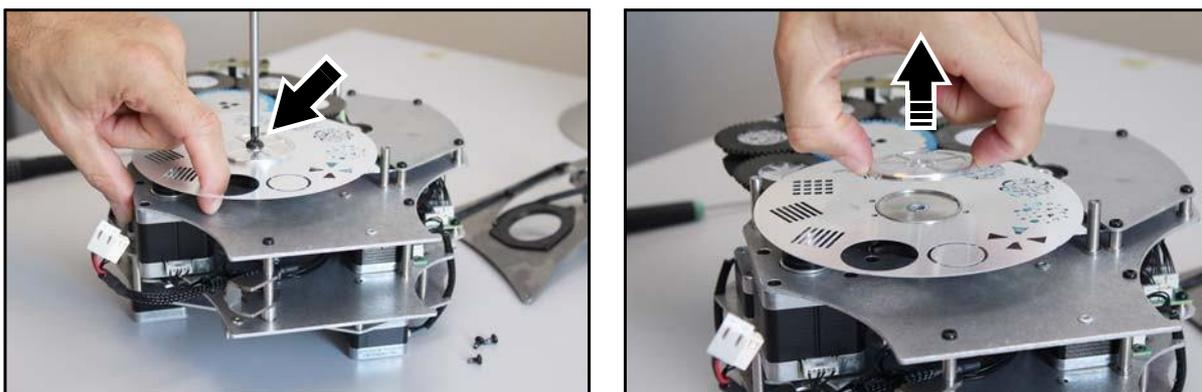

Рисунок 16: Ослабление фиксации колеса статических гобо
4. Колесо статических гобо — хрупкая деталь. При работе не прилагать слишком большие усилия, иначе оно может погнуться. См. рисунок 16. Удерживая колесо пальцем через открытый слот, чтобы оно не вращалось, снять винт с головкой под звездообразный ключ 30 с